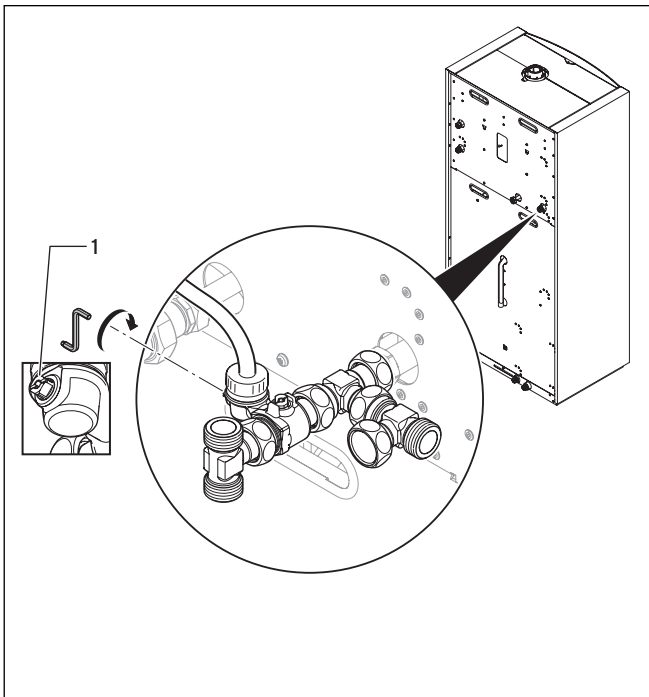

Abb. 7.6 Wartungshahn am Heizungsrücklauf öffnen
- Öffnen Sie den Wartungshahn (1) am Heizungsrücklauf (→ **Abb. 7.6**).